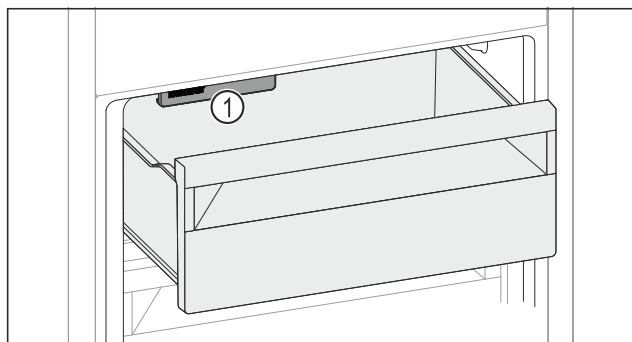

Fig. 101
- ▶ Tenere in considerazione l'IceMaker Fig. 101 [1].